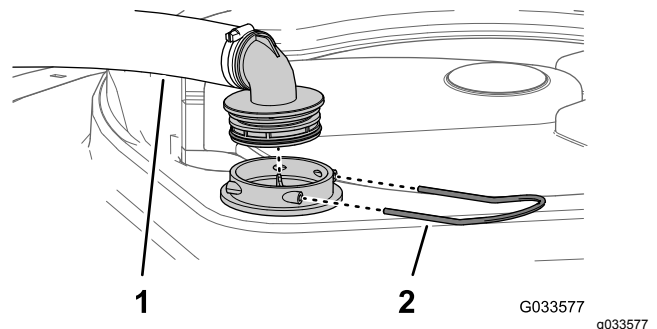

Figura 104
2. En la parte superior del depósito de fumigación, retire la horquilla de retención que sujeta el acoplamiento que está conectado a la manguera grande y al alojamiento del filtro (Figura 104).
3. Retire la manguera y el acoplamiento del alojamiento del filtro (Figura 104).